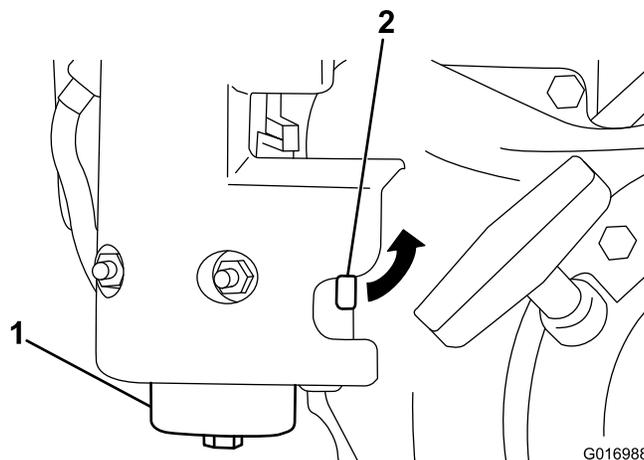

Figure 28
- Fermez le robinet d'arrivée de carburant et dévissez la cuvette du corps du filtre (Figure 28).